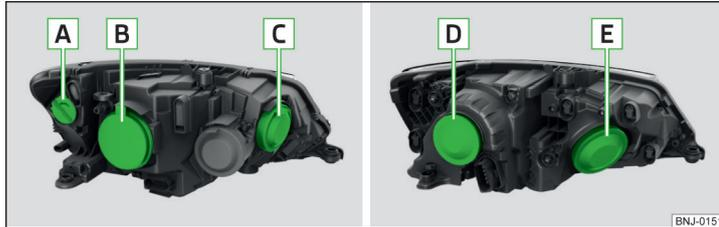

Abb. 205 Halogen-Scheinwerfer / Halogen-Projektorscheinwerfer
Glühlampenordnung » Abb. 205
- Die Schutzkappe **B** » Abb. 205 auf Seite 175 abnehmen.
- Die Schutzkappe **B** » Abb. 205 auf Seite 175 einsetzen.
- › Die Schutzkappe **C** » Abb. 205 auf Seite 175 abnehmen.
- › Die Schutzkappe **C** » Abb. 205 auf Seite 175 einsetzen.
- › Die Schutzkappe **B** » Abb. 205 auf Seite 175 abnehmen.
- › Die Schutzkappe **B** » Abb. 205 auf Seite 175 einsetzen.
- › Die Schutzkappe **D** » Abb. 205 auf Seite 175 abnehmen.